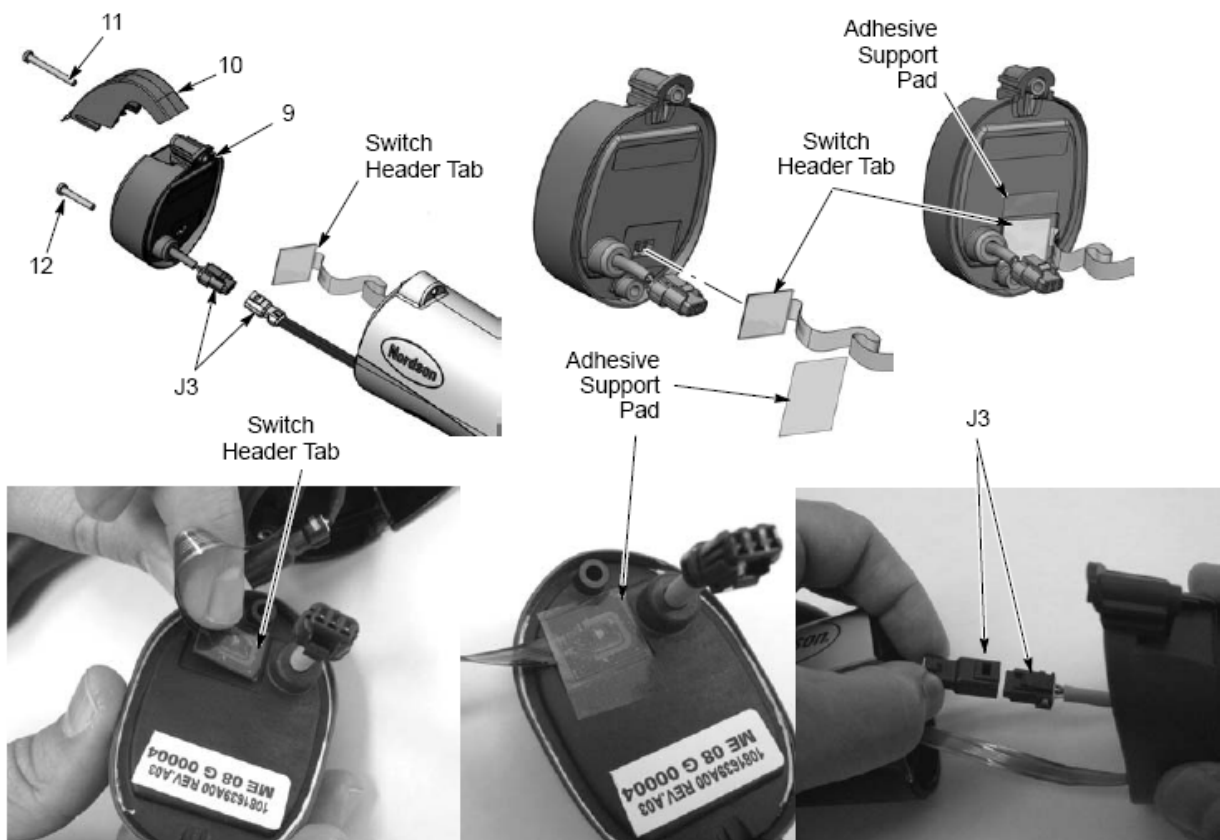

图 5-1 更换显示模块
见图 5-1、5-3 和 5-4。
见图 5-1 和 5-2。
1. 如图 5-1 所示。按照“更换显示模块”所示取下显示模块。